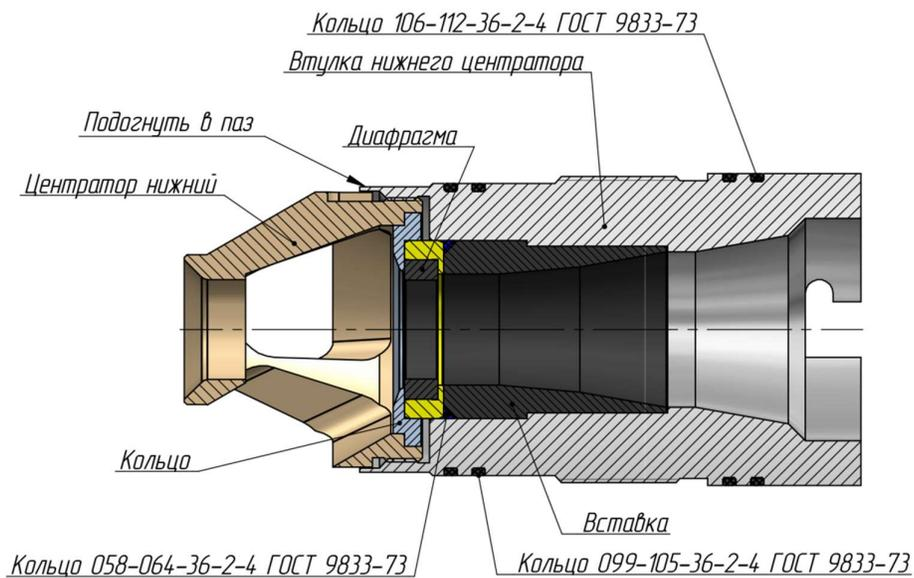

Рисунок 10.4.4
- установить нижний центратор (рисунок 10.4.4);